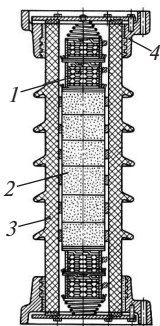

Рис. 9. Вентильный разрядник типа PBC-15
**Вентильные разрядники.** В вентильных разрядниках рисунок 9, последовательно с блоками искровых промежутков включают нелинейные резисторы. Эффективность защиты вентильными разрядниками определяется расстоянием их от защищаемого оборудования: чем ближе (считая по соединительным шинам) к защищаемому оборудованию они установлены, тем эффективнее их защита. Поэтому устанавливают их возможно ближе к наиболее ответственному обо-